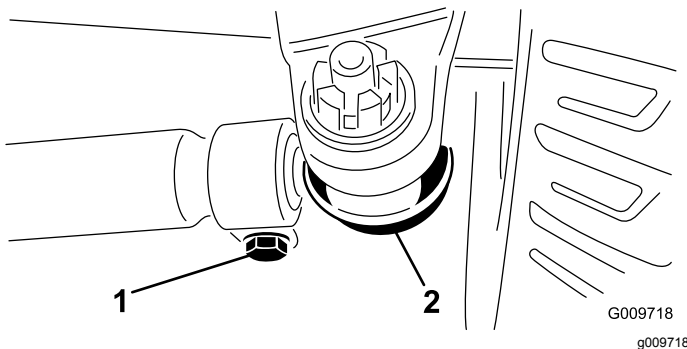

Figura 101
3. Para ajustar la convergencia, retire la chaveta y la tuerca de cualquiera de las rótulas de la biela (Figura 101).
5. Afloje las abrazaderas en ambos extremos de las bielas (Figura 101).
6. Gire la rótula retirada una (1) vuelta completa hacia dentro o hacia fuera.